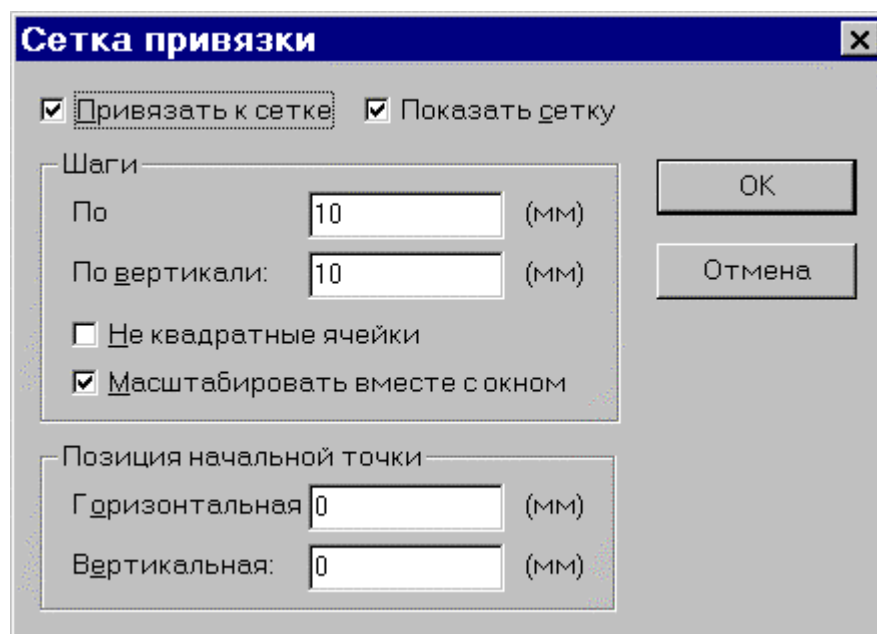

Рис. 4.6. Окно диалога для изменения сетки привязки
1. В меню **Правка** или в контекстном меню, выберите **Сетка привязки**, в результате чего появится окно диалога (рис. 4.6).